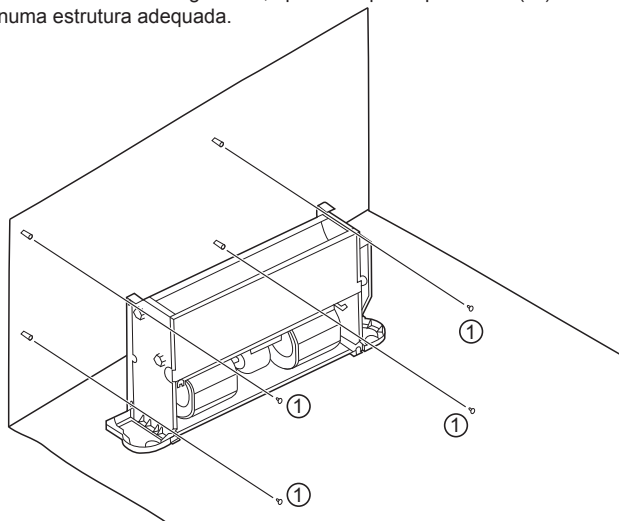

Figura 5-2 Diagrama para a fixação do corpo da unidade
Como mostrado na Figura 5-2, aperte os quatro parafusos (1) numa estrutura adequada.